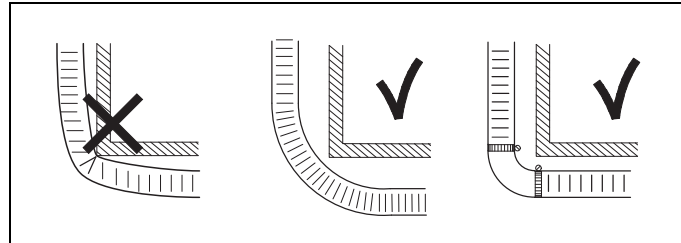

bild 12 Rekommenderad dragning runt kanter
- Skydda mot nötning, se bild 12.